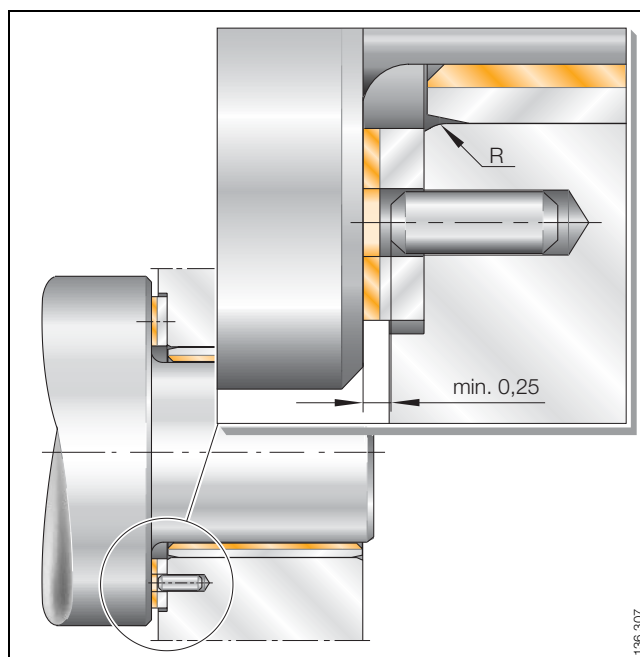

Figura 11 · Fijación de un disco de fricción PAW en un rebaje en el alojamiento
- Asegurar el asiento concéntrico del disco de fricción mediante un rebaje en el alojamiento (figura 11)